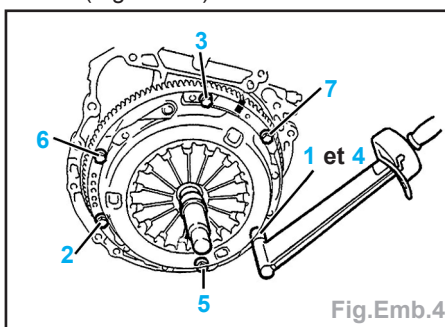

Fig.Emb.4
- Mettre en place le mécanisme et serrer ses vis de fixation par passes successives (Fig.Emb.4).